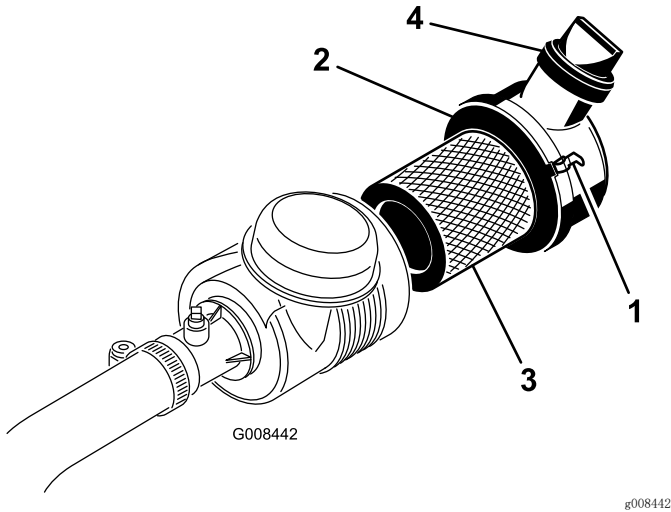

图32
1. 松开将空气滤清器盖固定到空气滤清器壳体上的 门 锁（图32）。
7. 确保门锁将盖子固定到壳体上（图32）。